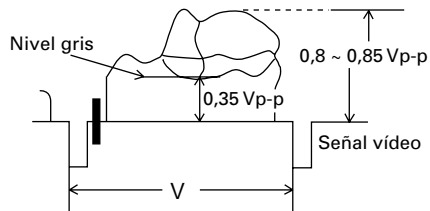

Fig.8
Mirando un objeto brillante, ajustar THRESHOLD VR (VR802) girándolo en sentido horario de tal modo que el nivel de salida de vídeo de la cámara se recorte a $0,8-0,85 V_{p-p}$ (ver Fig. 8).
6. Ajustar el nivel del gris mostrado en la fig. 8 a $0,35 V_{p-p}$ girando el GRAY VR (VR804) en sentido horario o contrahorario.